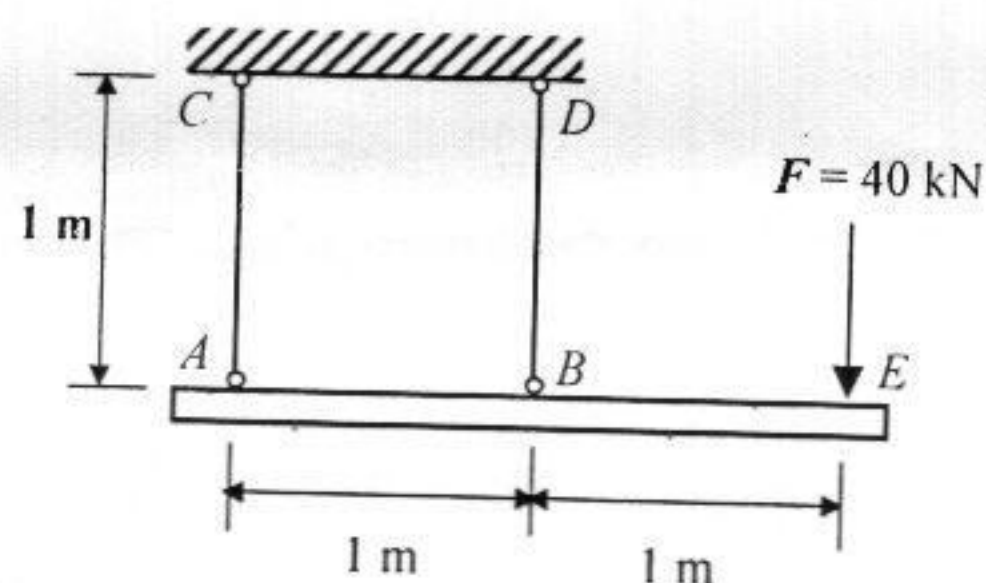

图 4
1 刚性梁 AE 用两根钢杆 AC 、 BD 悬挂着，其尺寸和受力如图 4 所示。已知 AC 和 BD 的直径分别为 $d_1 = 20 \text{ mm}$ ， $d_2 = 30 \text{ mm}$ ，材料的许用正应力 $[\sigma] = 160 \text{ MPa}$ 。(1) 校核结构的强度；(2) 求结构的许可荷载 $[F]$ ；(20 分)